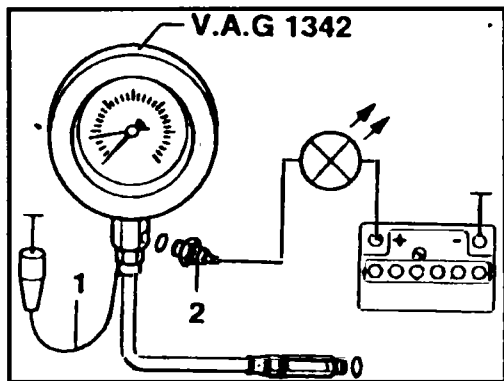

Рис. 2.66 Схема для проверки давления масла
- ◆ Выверните из головки блока датчик давления 0,3 Бара и вверните его в специальный манометр (см. рис. 2.66).
- ◆ Наконечник голубого электрического провода (2) подсоедините к датчику.
- ◆ Контрольную лампу подсоедините к аккумулятору и проводу голубого цвета как это показано на рис. 2.66.
- ◆ Провод (1) соедините с массой.